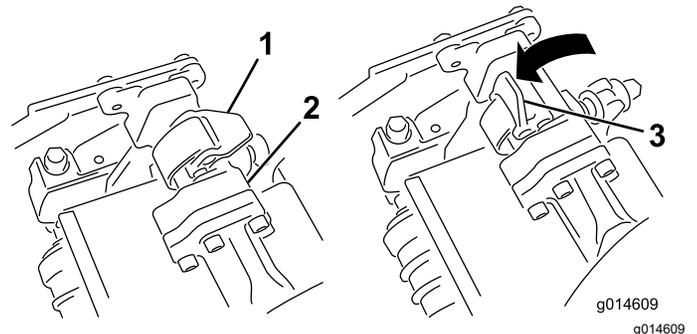
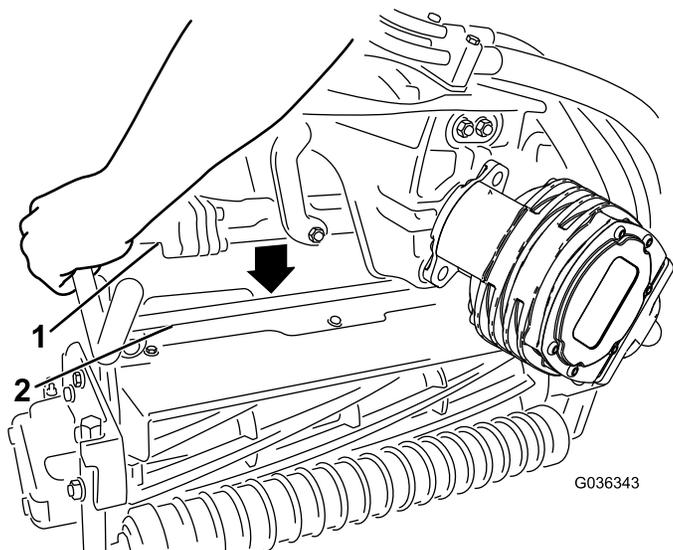

Figure 56
Figure 57
- Les verrous de la barre de bras de suspension étant orientés en haut (c.-à-d. ouverts) (Figure 56), poussez le bras de suspension vers le bas pour que la barre s'engage sur la barre transversale au sommet de l'unité de coupe (Figure 57).
5. Fermez les verrous autour de la barre de l'unité de coupe et bloquez-les en place (Figure 56).
5. Ouvrez les verrous sur la barre du bras de suspension appartenant à l'unité de coupe que vous voulez déposer (Figure 56).